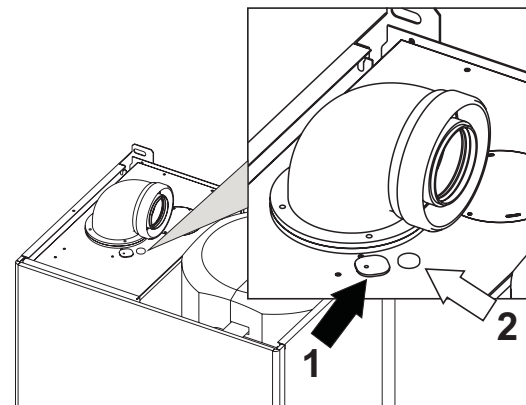

fig. 29 - Análise da combustão
Na parte superior da caldeira existem dois pontos de medição, um para o fumo (ref. 1 fig. 29) e o outro para o ar (ref. 2 fig. 29). Para efectuar a medição, proceda do seguinte modo: